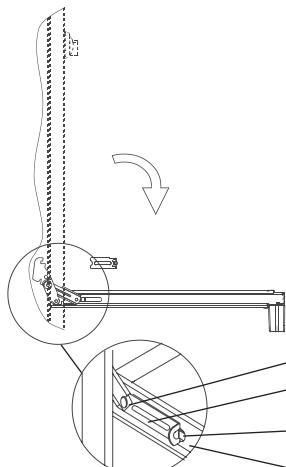

рис. 13
#### **Для этого нужно (см. рис. 13, 14, 15):**
1. Откинуть дверцу в горизонтальное положение. Ввести в пазы, предусмотренные слева и справа в стойках дверцы, два технологических упора (рис. 13);